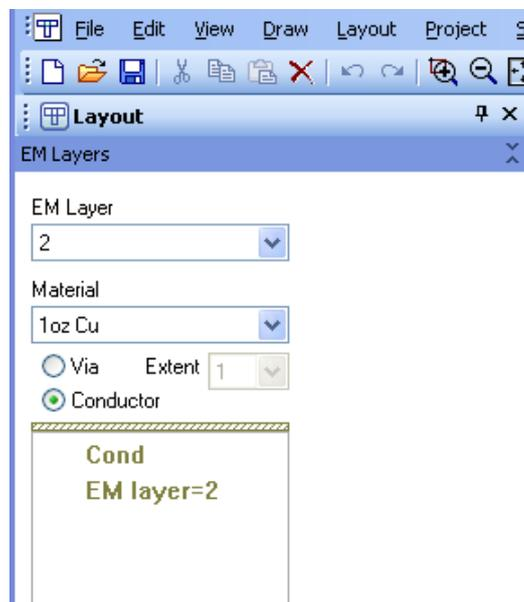

Рисунок 2.6 – Окно менеджера топологии
1. Щёлкните мышкой по панели **Layout** в нижней части левого окна, чтобы открыть в этом окне менеджер топологии и отметьте «**Conductor**» (Рисунок 2.6). В поле **EM Layer** введите «**2**», щёлкнув по кнопке в правом конце этого поля. В поле **Material** выберите «**1oz Cu**», щёлкнув по кнопке в правом конце этого поля. Выберите в меню сверху **Draw>Rectangle** (Чертить>Прямоугольник) или щёлкните левой кнопкой мышки по значку **Rectangle** на панели инструментов.